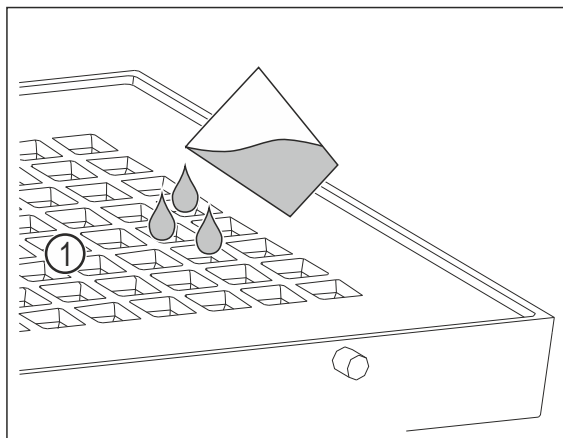

Fig. 103
- Nalijte maximálně 400 ml vody přes otvory *Fig. 103 (1)* v krytu.